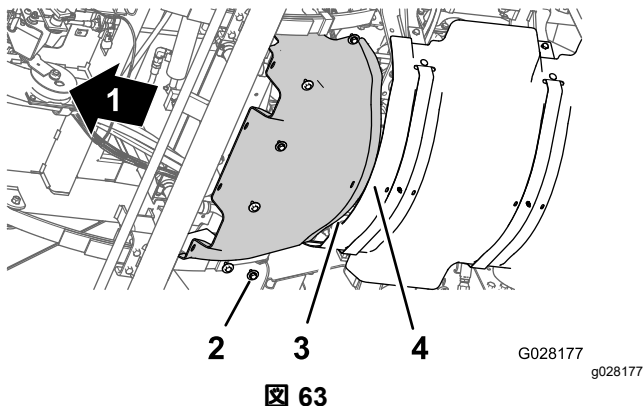

図 63
1. 前側防熱シールドの後部フランジを後防熱シールドの前側フランジに合わせる 図 63。
2. 前側防熱シールドの穴を、シャーシのねじ穴に合わせる 図 63。
3. 前側防熱シールドを機体に固定するソケットボルト6本とワッシャ6枚 図 63 ステップ 前側防熱シールドを取り外す (ページ 47), 3で外したものを使用する。